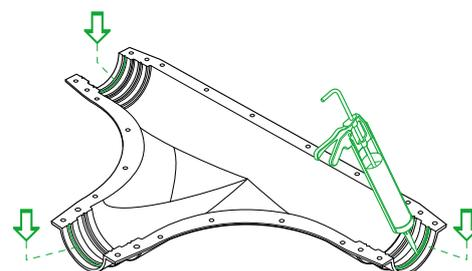

Рис. 4.7.2
2. Нанести герметик на обе половины защитного кожуха в местах последующего прилегания поверхности защитных оболочек труб (рис. 4.7.2). Герметик должен быть нанесен по всему периметру прилегания трубы непрерывной полосой толщиной не менее 5 мм.